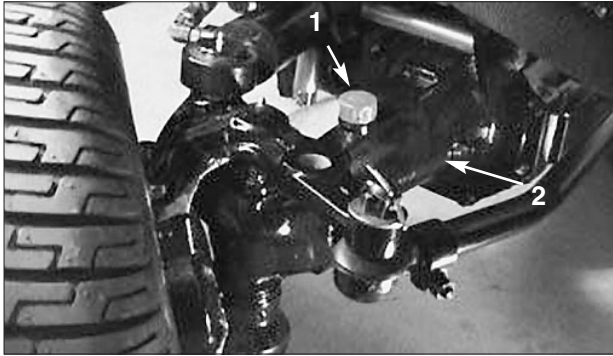

Bild 8
- Reinigen Sie den Bereich um die (3) Prüfschrauben, d.h. je eine an beiden Seiten und eine in der Mitte (Bild 8).